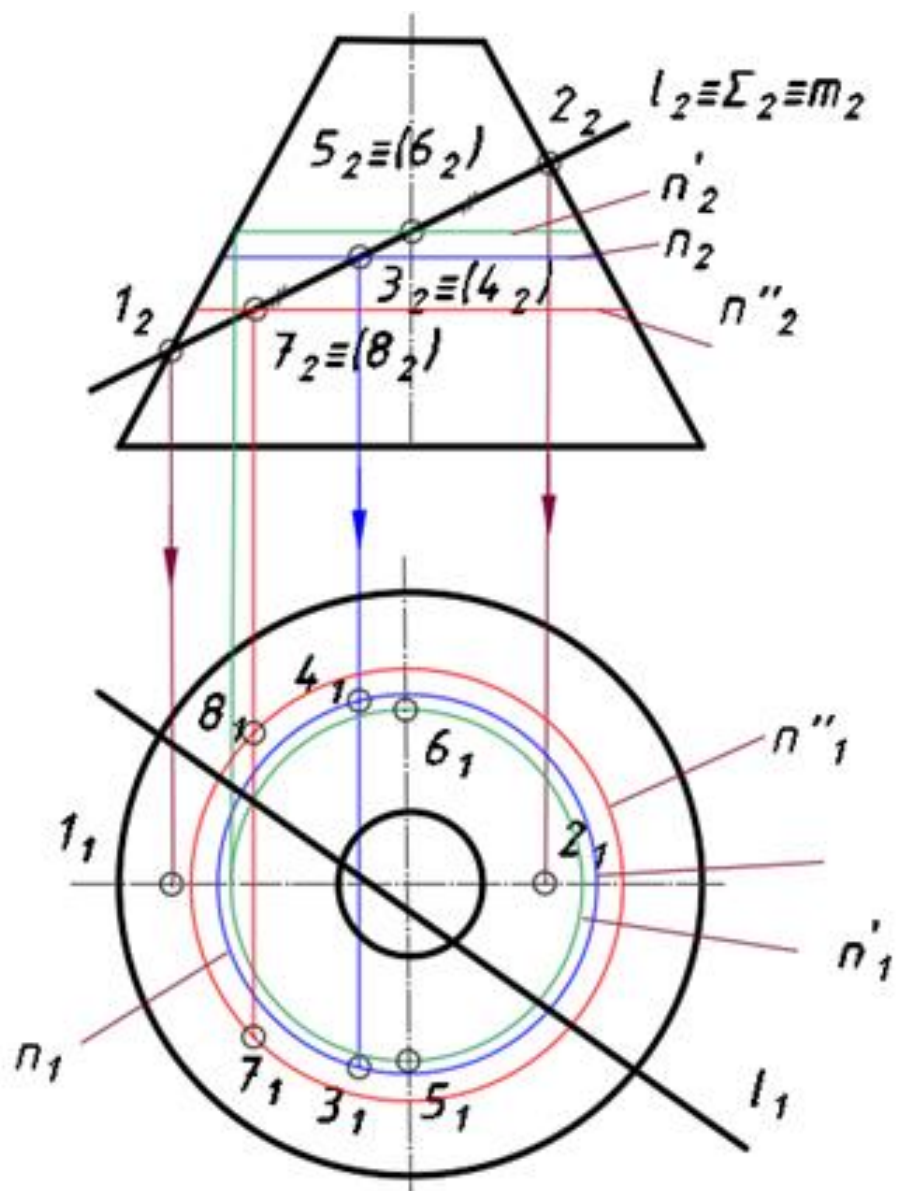

Рис. 4.3. Определение промежуточных точек линии пересечения.
3) Определяются промежуточные проекции точек линии пересечения:  $5(5_1, 5_2)$ ,  $6(6_1, 6_2)$ ,  $7(7_1, 7_2)$  и  $8(8_1, 8_2)$ . Горизонтальные проекции точек определяются как точки пересечения окружностей  $n'$ ,  $n''$  с линиями проекционной связи (рис. 4.3).